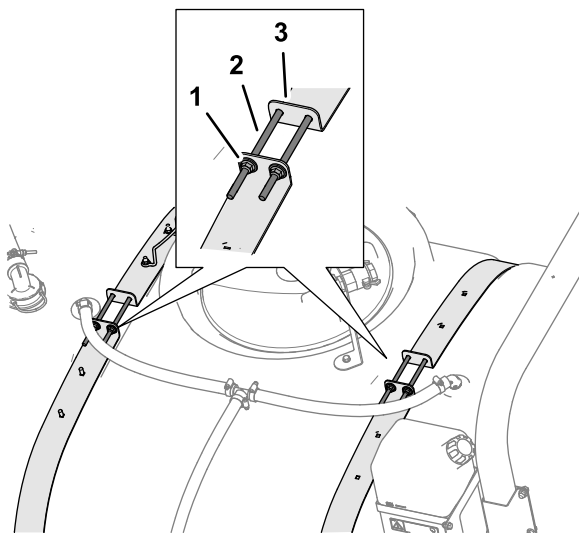

Bild 7
1. Lockern die vier Sicherungsbundmutter und die vier Schrauben, mit denen die Behälterriemenhälften befestigt sind (**Bild 7**).
3. Ziehen Sie die vier Sicherungsbundmutter und die vier Schrauben oben an den Riemen an, bis die Riemen bündig mit der Behälteroberfläche sind (Bild 7).